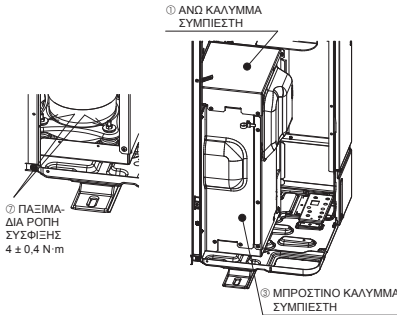

Fig. 4-2
- Αφού αφαιρέσετε τα σταθερά εξαρτήματα του ΣΥΜΠΙΕΣΤΗ, φροντίστε να σφίξετε τα παξιμάδια και να επανασφίξετε το ΑΝΩ ΚΑΛΥΜΜΑ ΣΥΜΠΙΕΣΤΗ και το ΜΠΡΟΣΤΙΝΟ ΚΑΛΥΜΜΑ ΣΥΜΠΙΕΣΤΗ στην αρχική τους κατάσταση. (Fig. 4-2)